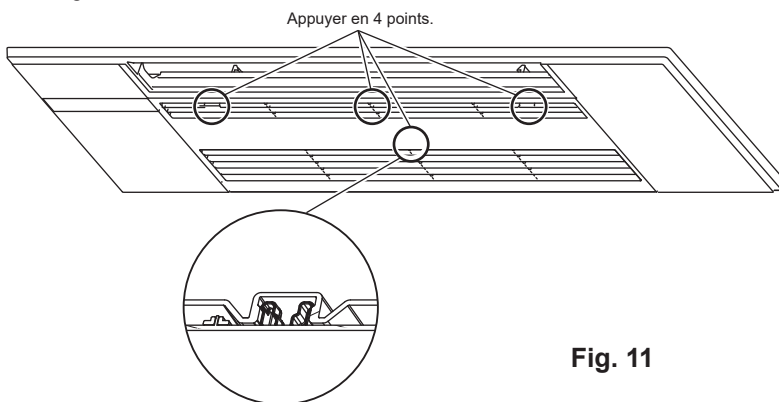

Fig. 11
14. Fermez la grille d'admission. (Fig. 11)